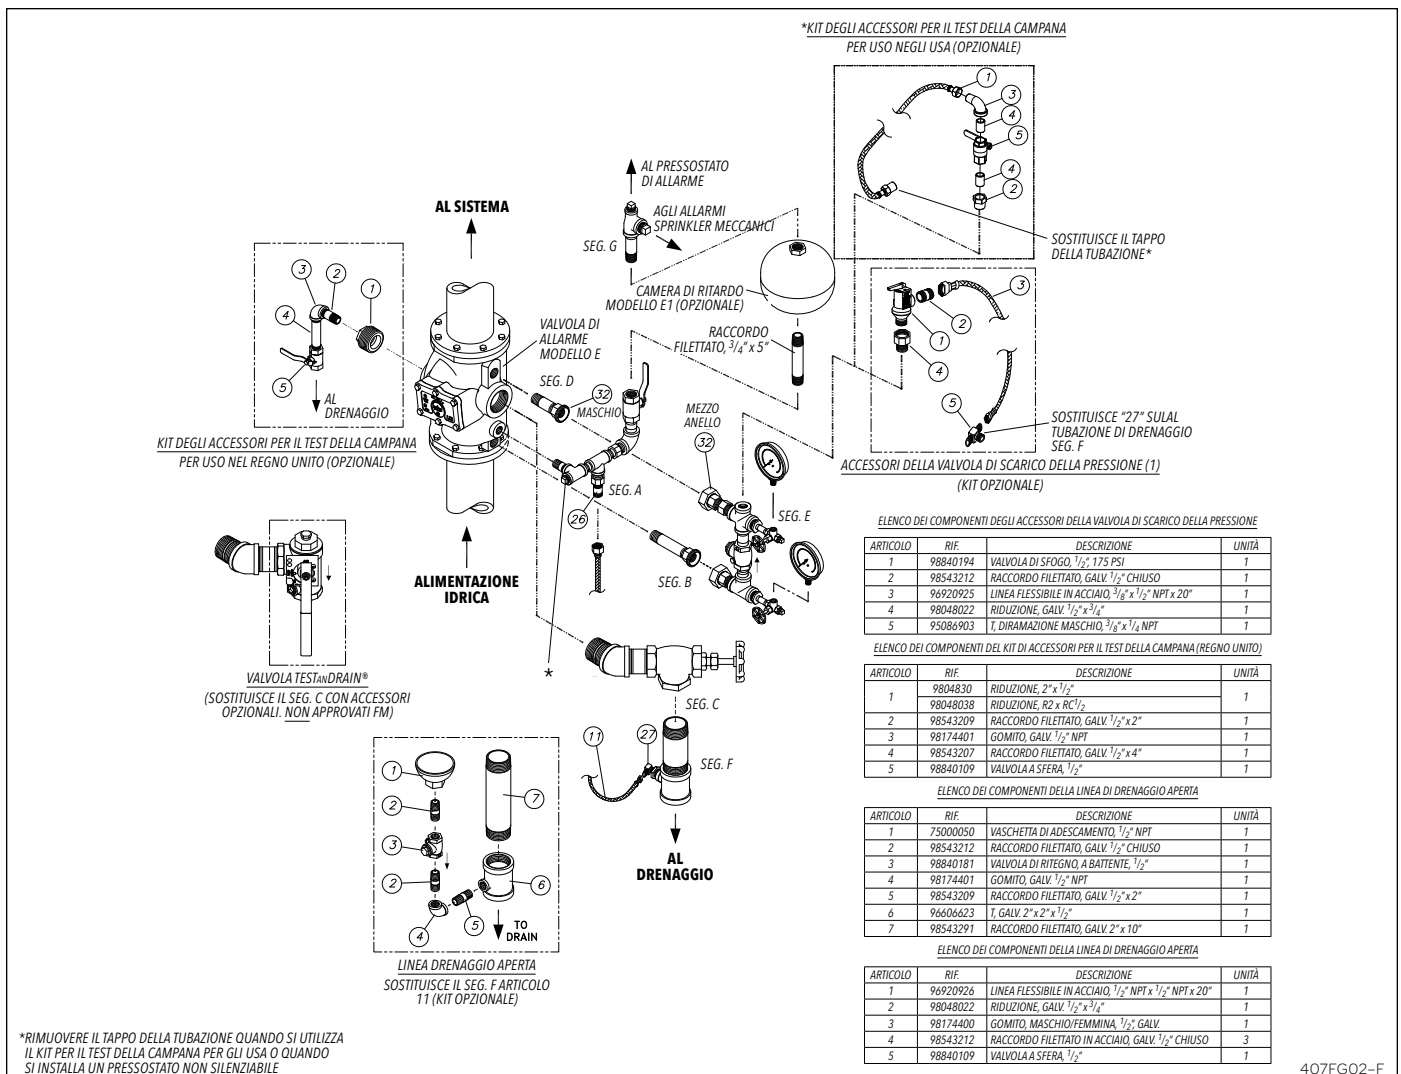

Fig. 2 – Valvola di allarme con ingresso e uscita con flangia modello E8*, pressione variabile, drenaggio aperto
I set accessori E3 per la valvola di allarme Reliable modello E (Fig. 2) sono configurati per un montaggio veloce, facile e compatto, e servono per collegare gli allarmi Reliable ad altri dispositivi. Gli accessori servono inoltre per verificare il funzionamento del dispositivo di allarme senza azionare il sistema. Sono disponibili tre set accessori base modello E-3 per la valvola di allarme modello E:
È richiesto un kit linea di drenaggio opzionale (Fig. 2, 3 e 5)
È richiesto un kit di accessori di scarico pressione per i sistemi a umido reticolari. Il kit accessori di scarico pressione è opzionale per il set accessori a pressione variabile modello E-3, come mostrato nella Fig. 2.
• **Installazione verticale a pressione variabile (Fig. 2)**
• **Installazione verticale a pressione costante (Fig. 2, 3 e 7)**